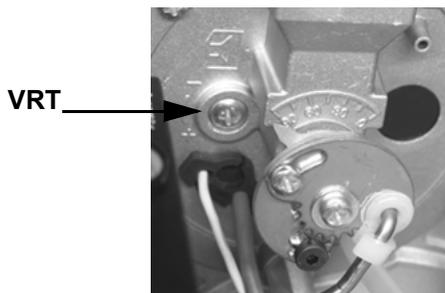
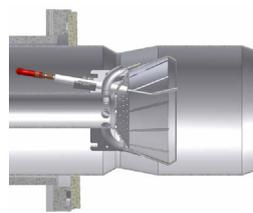
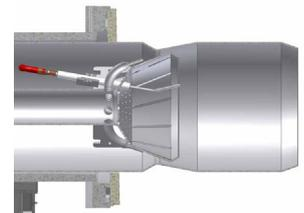

Рис. 5
Рис. 6
Рис. 7
На заводе-изготовителе голова сгорания горелки настраивается на положение максимальной мощности “MAX”. Настройка на максимальную мощность соответствует положению головы “выдвинута полностью вперед” - для стандартного типа горелок (Рис. 6) и положению “полностью назад” - для горелок с низкими выбросами NOx (Рис. 7). Установка головы в положении “полностью вперед” - подразумевает под собой ее выдвигание внутрь камеры сгорания котла, в то время положение “полностью назад” означает - в сторону оператора. Что касается работы на сниженной мощности, необходимо последовательно сдвигать голову сгорания по направлению положения “МИН”, вращая винт **VRT** (Рис. 5) по часовой стрелке.
- 7 вывести горелку в режим **малого пламени**. Чтобы изменить расход газа - расслабить винт **V1** (Рис. 7) и отрегулировать угол раскрытия дроссельного клапана, при вращении пластинки **C** (по часовой стрелке - уменьшается расход газа, против часовой стрелки - увеличивается). Индикатор **S** указывает угол раскрытия